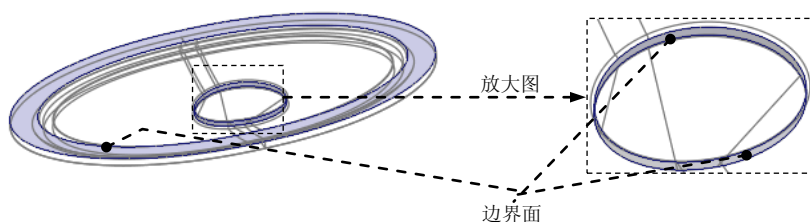

图 21.29 定义边界面
(3) 然后选取“边界面”(boundary surface), 操作方法如下。
① 按住 **Shift** 键, 选取图 21.29 中的 soap-box 的外圆面和内圆面为边界面, 此时图中的